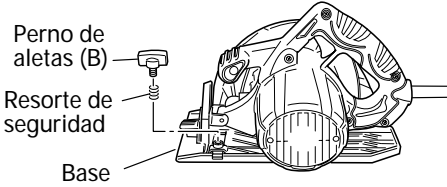

Fig. 6
3. Regulación de la guía (Guía de corte) (Fig. 6, 7)